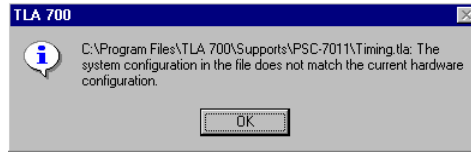

図 B-3 : システム構成が異なるというダイアログ・ボックス
- a. 図 B-3 のようなシステム構成が異なるというダイアログ・ボックスが表示されますので、<OK>ボタンを選択します。